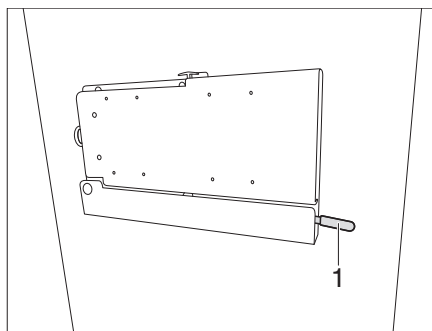

Fig. 133 Soporte con brazo articulado (variante 3)
- Empujar la palanca (Fig. 133,1) hacia abajo.
- Para bloquear la palanca (Fig. 133,1), volver a mover hacia arriba.